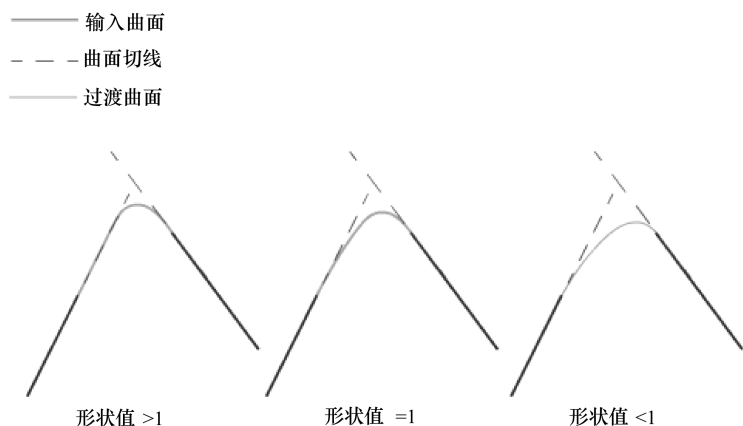

图 4-35 形状锁定控件
- **【Lock Shape Controls】**（形状锁定控件）：选中此选项时，**【Side 1 Shape】** 和 **【Side 2 Shape】** 值相同。**【Lock Shape Controls】** 形状控制效果如图 4-35 所示。